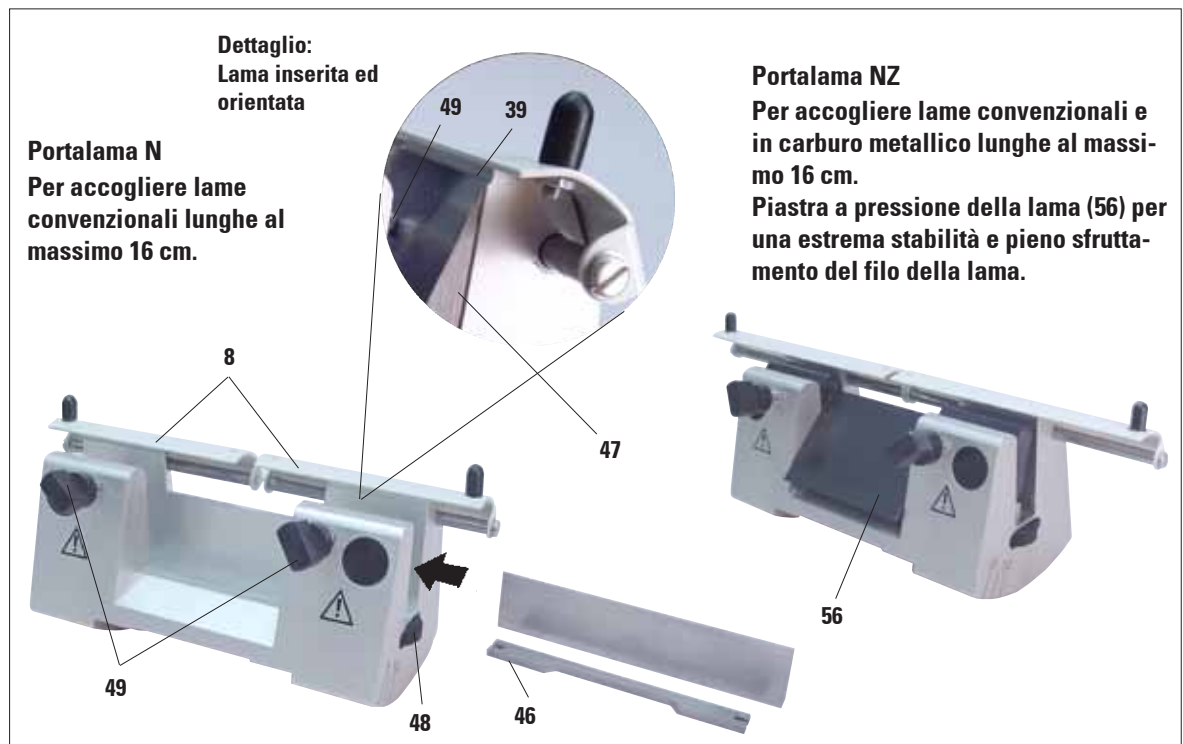

Fig. 47
**Quando l'accumulatore di freddo deve essere usato sullo strumento, il piano di appoggio (fig. 47) deve essere rimosso.**